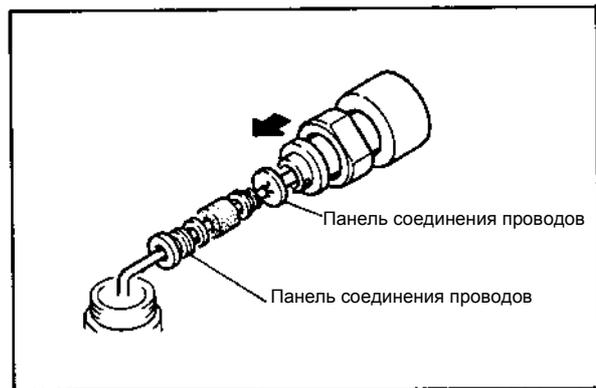

Рисунок 3-11 Подсоединение проводов очистителя
- (6) Снимите нижний винт и вытягивайте кабель из ультразвукового очистителя, пока не появится панель соединения проводов. Смотрите Рисунок 3-11.